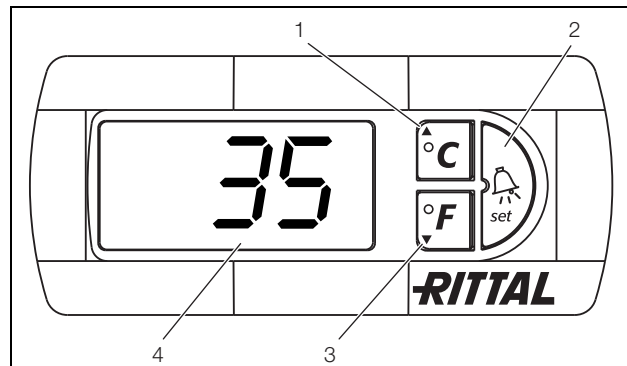

Bild 30: e-Comfort controller
Kylaggregatet arbetar automatiskt, d.v.s. när strömförsörjningen har kopplats in arbetar förångarfläkten kontinuerligt (se bild 3) och cirkulerar skåpets innerluft. Kompressorer och kondensorfläktar regleras med e-Comfort controllern. e-Comfort controllern har en 7-segmentsdisplay (bild 30). Efter att strömförsörjningen kopplats in visas den aktuella mjukvaruversionen och det aktiverade
Programmering av apparaten görs via knapparna 1 – 3 (bild 30). Parametrarna för detta visas likaså på displayen.
- Tryck samtidigt på knapparna 1 och 2 (bild 30) i minst 5 sekunder.
Med knapparna 1, 2 och 3 (bild 30) kan du ändra 24 parametrar inom angivna områden (minimivärde, maximivärde).